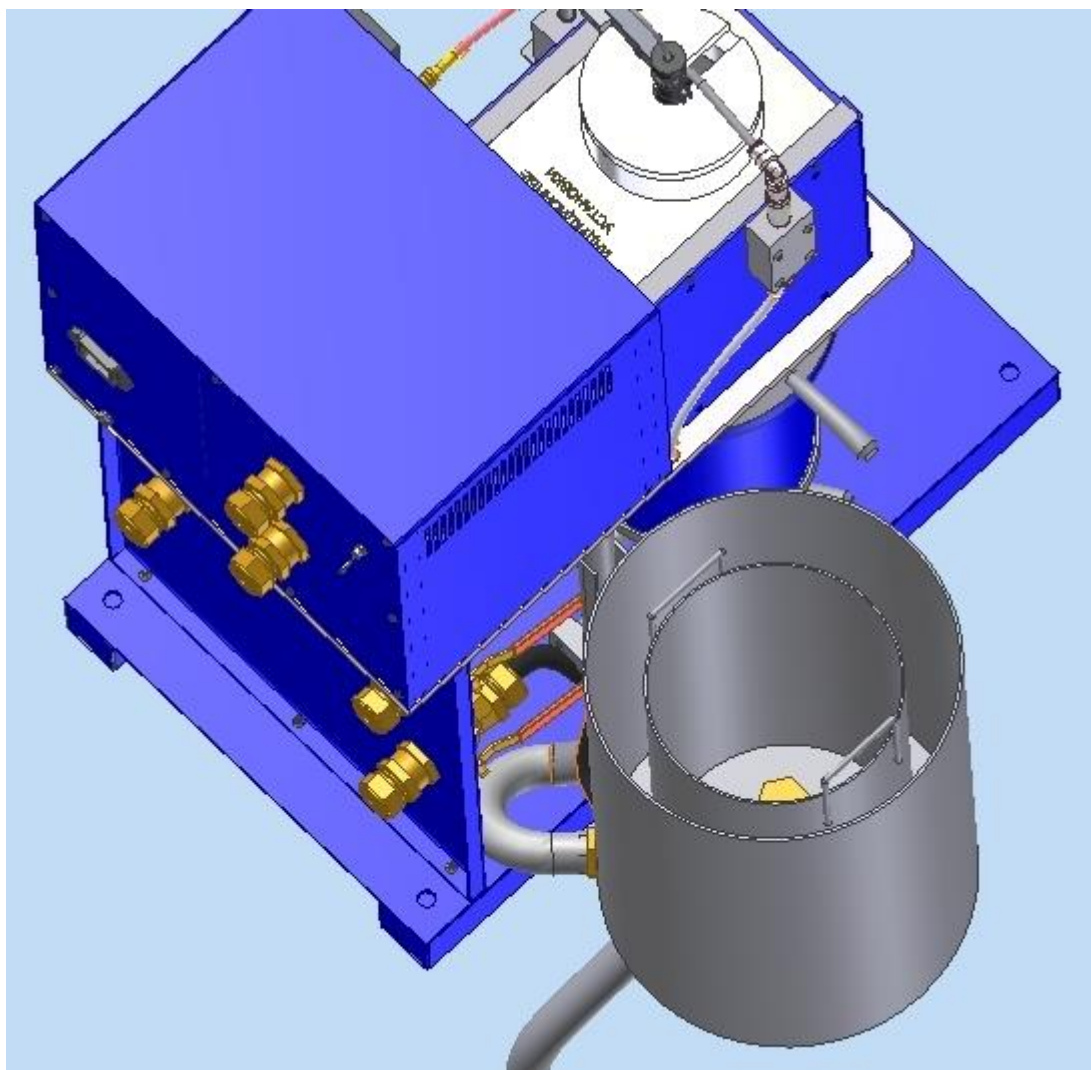

Рис. 1 Установка Гранулятора-240
5.3 Гранулятор крепят к оси литейной машины находящейся слева (см. рисунок 1), ближе к вентилям подачи воды и защитного газа. Крепление осуществляется в следующем порядке: